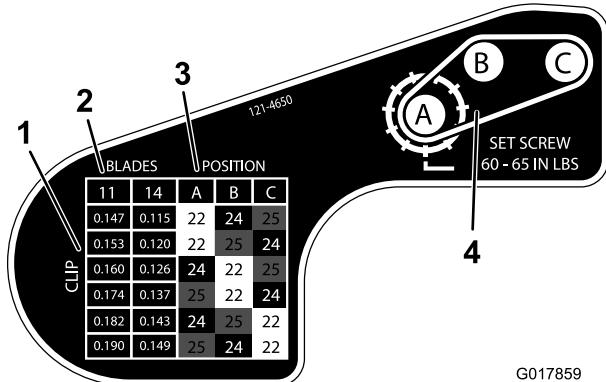

図 15
6. 図 15のデカルにある表を参考にして希望するクリップを決定し、そのクリップにセットするためにはどのブーリーを移動させる必要があるかを調べる。
9. 各ブーリーを、それぞれの新しい位置に取り付ける (図 15)。各ブーリーの固定ねじが、キー